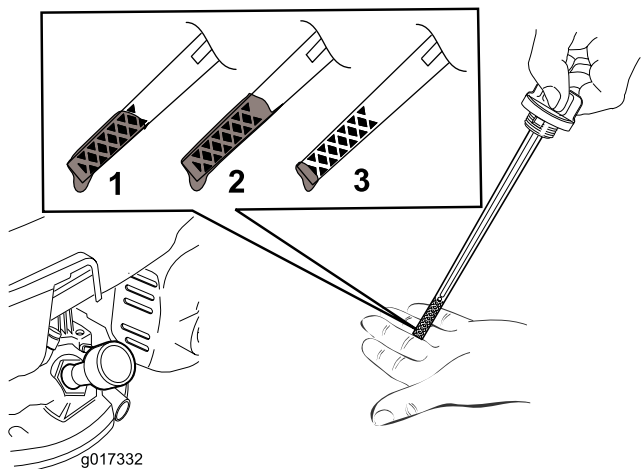
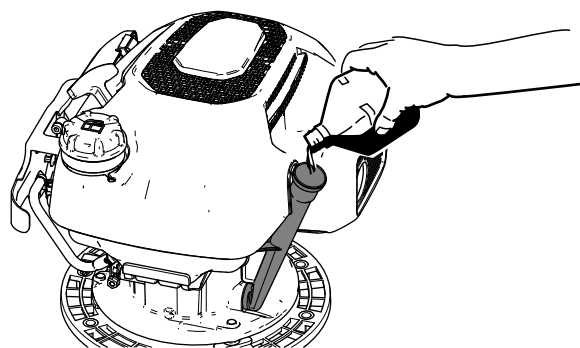

Figure 34
Figure 35
5. Si le niveau d'huile est près ou en dessous du repère inférieur sur la jauge (Figure 34), versez lentement l'huile moteur spécifiée dans le goulot de remplissage (Figure 35) et attendez 3 minutes.
5. Placez un bac de vidange sur le sol sous le plateau, du côté du goulot de remplissage de la machine (Figure 35).
1. Versez lentement l'huile moteur spécifiée dans le goulot de remplissage (Figure 35), puis attendez 3 minutes.